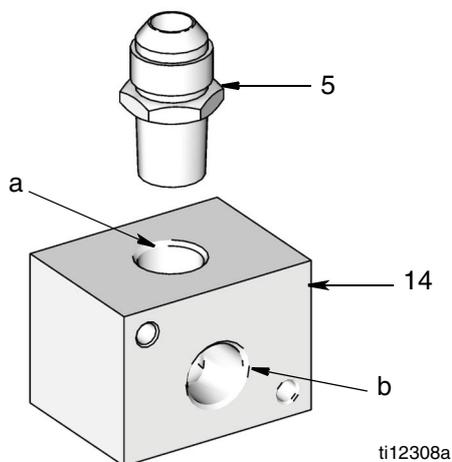

FIG. 11
- Installez le raccord de l'adaptateur (5) dans l'ouverture (a) du collecteur (14). Serrez fermement. Référez-vous à la FIG. 11 pour déterminer la position correcte d'installation.